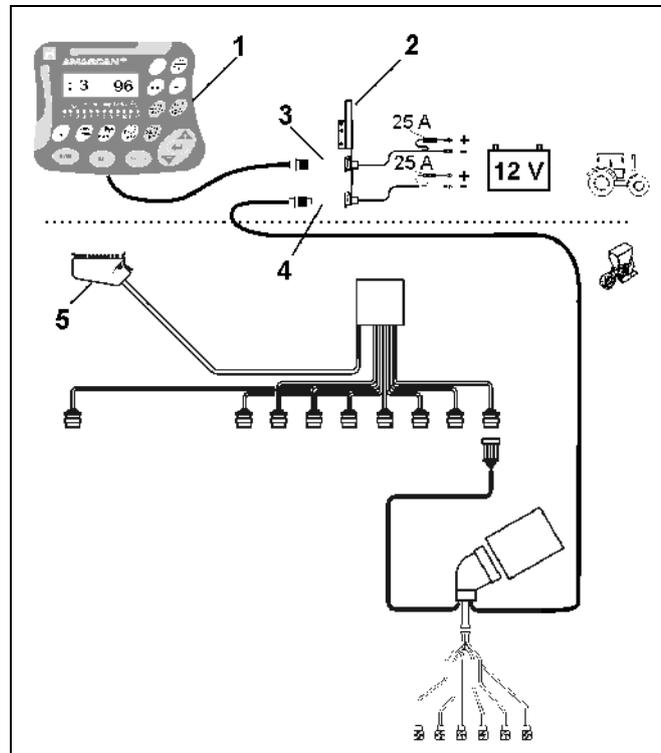

Fig. 1
Montez la console (Fig. 1/2) (équipement optionnel) dans la cabine à portée d'atteinte et de vue, sur la droite du conducteur du tracteur, en la fixant de manière stable et de manière à ce qu'elle opère comme masse supplémentaire. Le boîtier doit être monté à au moins 1 m de distance d'un éventuel émetteur/récepteur radio et son antenne.
Le support avec le calculateur (Fig. 1/1) est inséré sur le tube de la console principale (Fig. 1/2) fourni en équipement spécial.
- Branchement **AMASCAN⁺** (Fig. 1/3).
- Branchement du débrayage électrique de l'élément semeur.(Fig. 1/4)